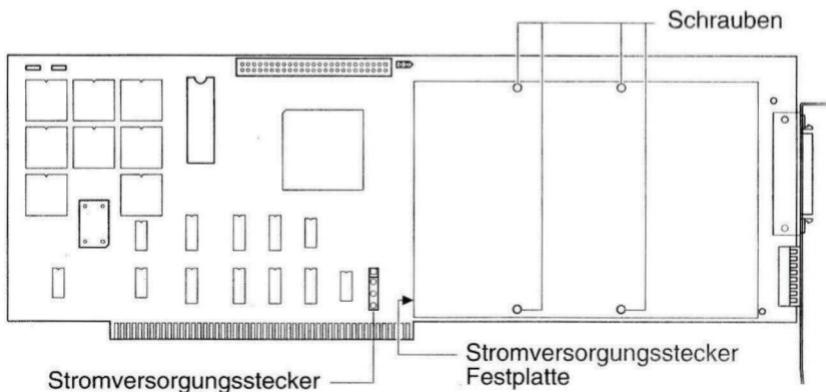

Abbildung 3. Montage eines Festplattenlaufwerks auf der Karte
2. Lösen Sie die vier Schrauben und Muttern zur Befestigung des Festplattenlaufwerks auf der Karte (siehe Abbildung 3).